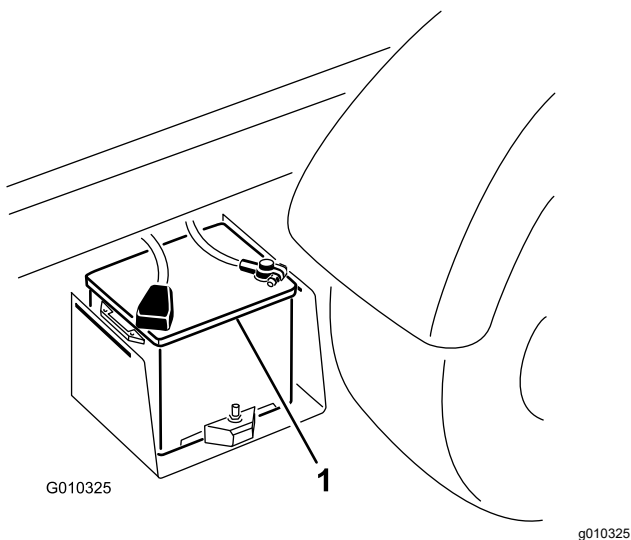

図 43
2. 2 台のバッテリーのプラス 端子同士をブースタ ケーブルでつなぐ 図 43。